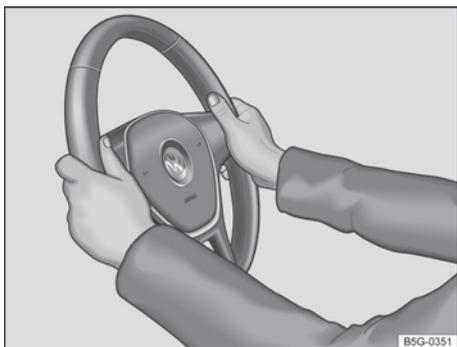

Fig. 59 No volante: posição das nove e três horas.
2. Ajustar o volante de forma que possa ser segurado lateralmente com ambas as mãos, com os braços ligeiramente arqueados, na borda externa (posição das nove e três horas) → Fig. 59.